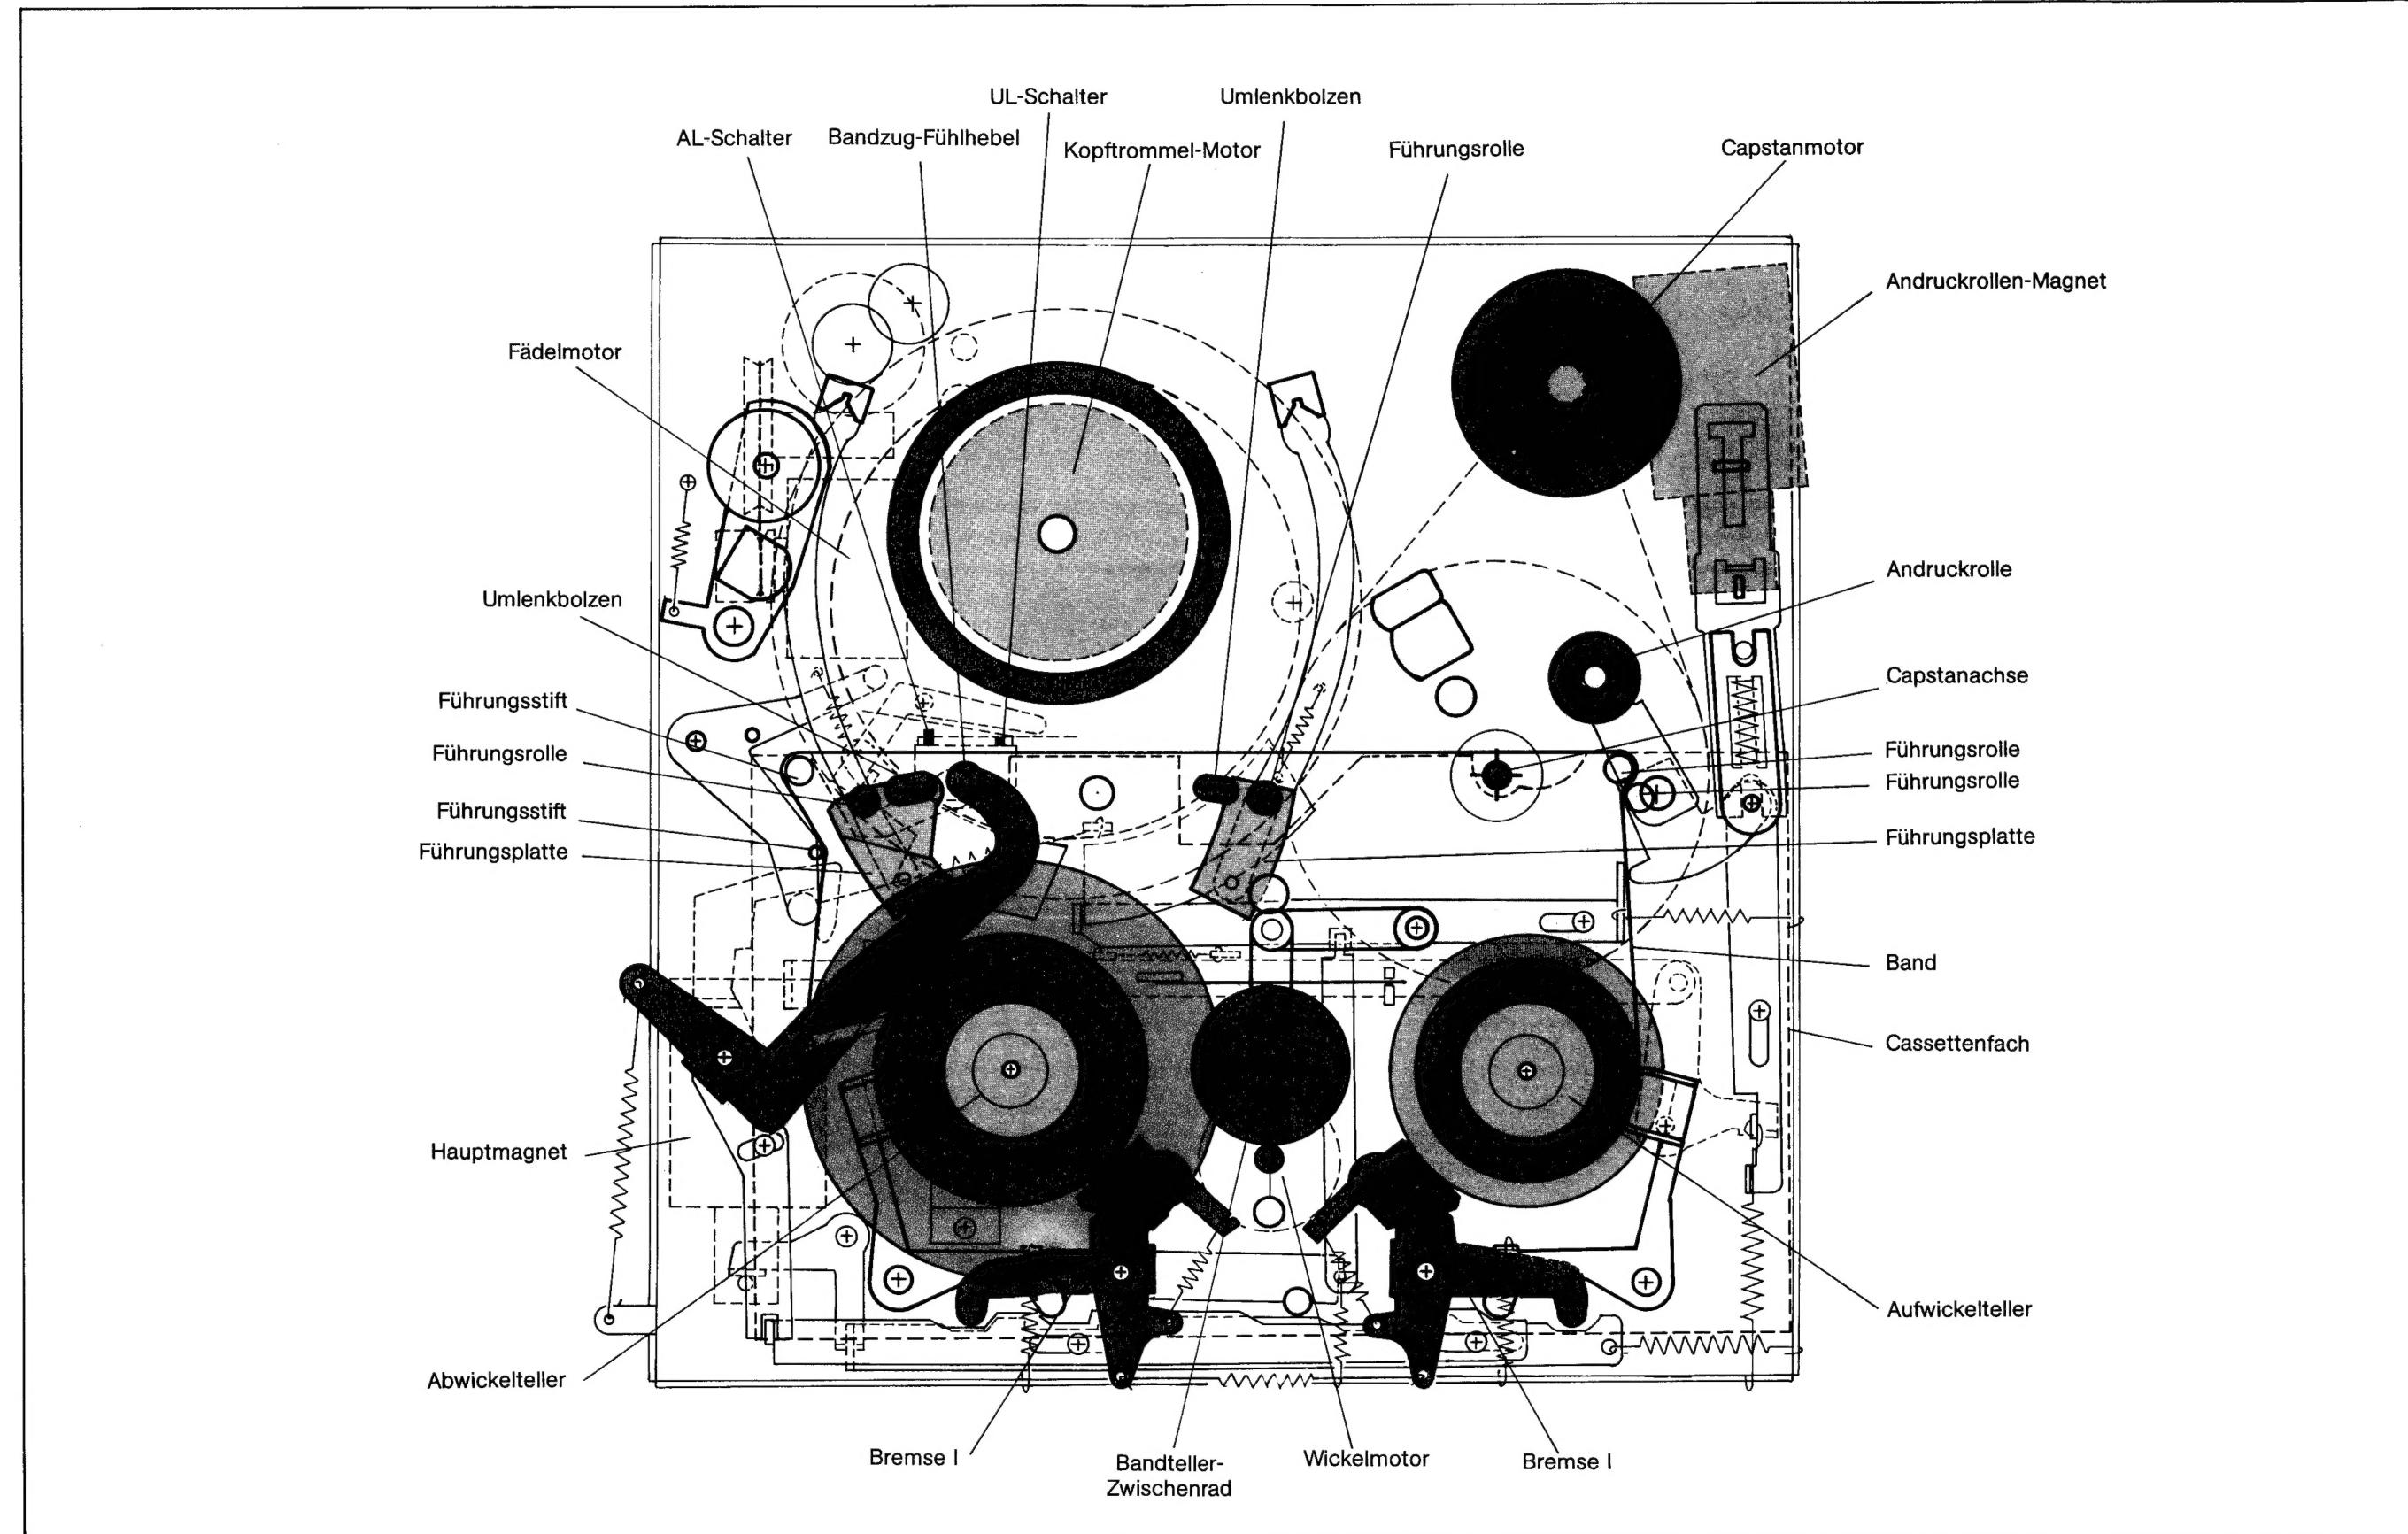

Fig. 1-1 Stopp-Funktion
1.2. Betriebsart - STOP - (Fig. 1-1)